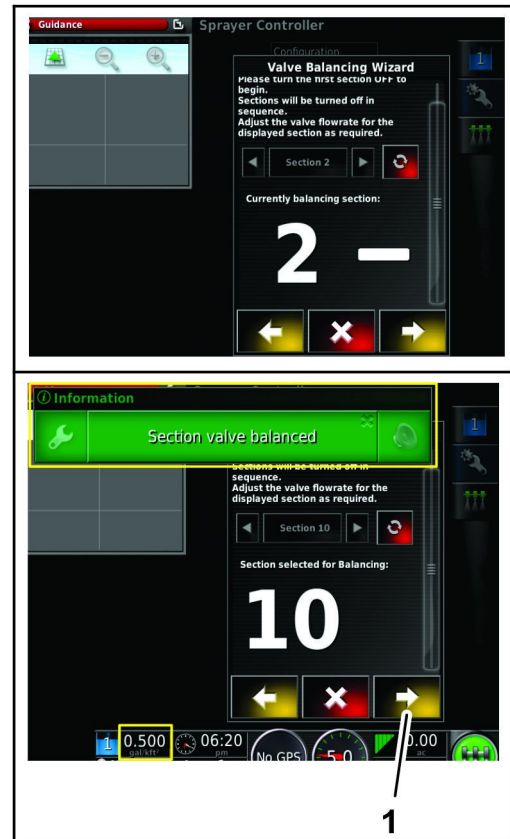

Bild 59
6. Wiederholen Sie die Schritte 4 und 5 für die Abschnittsventile 2 bis 10 (Bild 59).
7. Wählen Sie nach dem Ausgleich aller Ventile das Weiter-Symbol (Bild 59).